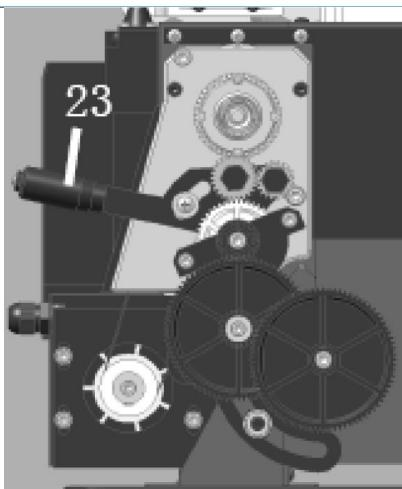

Рис.2
Зубчатый механизм, показанный на Рис. 2, передаёт вращение винту подачи. Винт подачи работает, как червяк, и во время эксплуатации рукоятки автоподачи (12), которая крепится гайкой к винту подачи, передаёт вращение суппорту, а затем режущему инструменту. Таким образом, подача передаётся для нарезания резьбы и обточки. Частота вращения винта подачи и скорость режущего инструмента определяется конфигурацией коробки передач. Подробно Вы можете почитать об этом в разделе «Резьбонарезание».